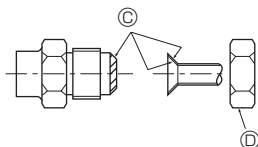

Fig. 4-1
- Doe een dun laagje koelmachineolie op de leiding en het aansluitingsoppervlak voordat u de "flare"-moer vastdraait. ④ (Fig. 4-1)
- Draai met gebruik van twee pijptangen de aansluitende leidingen vast. ⑤ (Fig. 4-1)
- Breng koelolie aan op de aansluitingsoppervlakken. ③ (Fig. 4-1)
- Gebruik de flensmoeren voor de volgende pijpfafmetingen. ⑥ (Fig. 4-1)
#### ④ (Fig. 4-1)
#### ⑤ (Fig. 4-1)